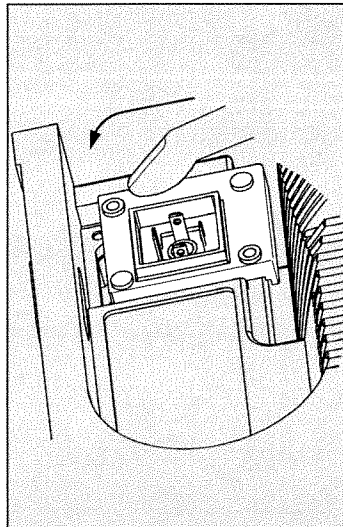

Fig. 15
- ▶ Insérez la carte relais avec l'angle supérieur du bord inférieur le long du rail au fond de la pompe à travers l'ouverture percée jusqu'à ce que le contact de la carte ait glissé dans le contact de la carte de commande (voir fig. 15 : test : l'extrémité de la carte ne bouge-t-elle plus dans les deux sens ?).